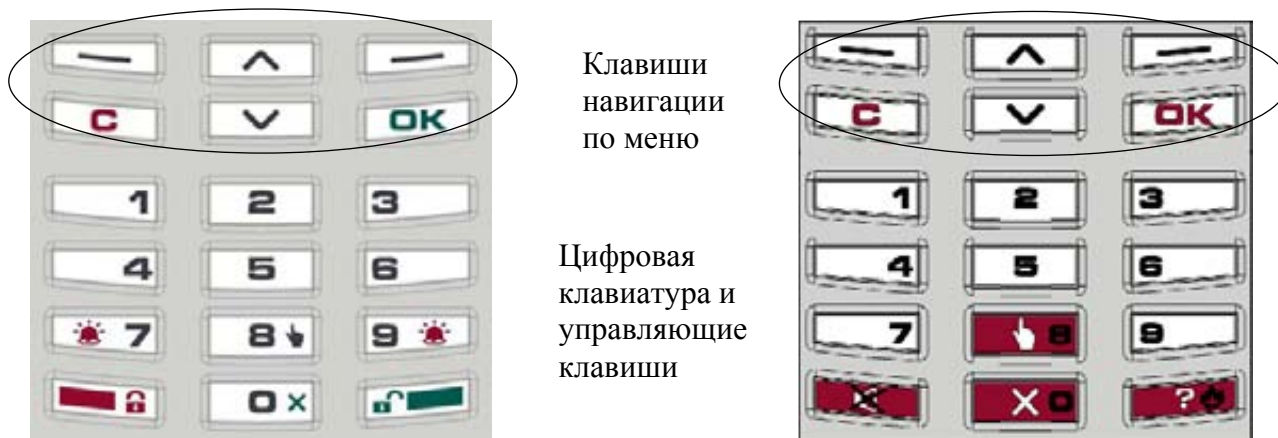

Рисунок 2
2.7.1.5 Пульты имеют клавиатуру управления (рисунок 2) в нижней части которой расположены клавиши с цифрами "1"- "9", "0", а также клавиши с символами "🔒" (взять), "🔓" (снять), "X" (сбросить) и др.